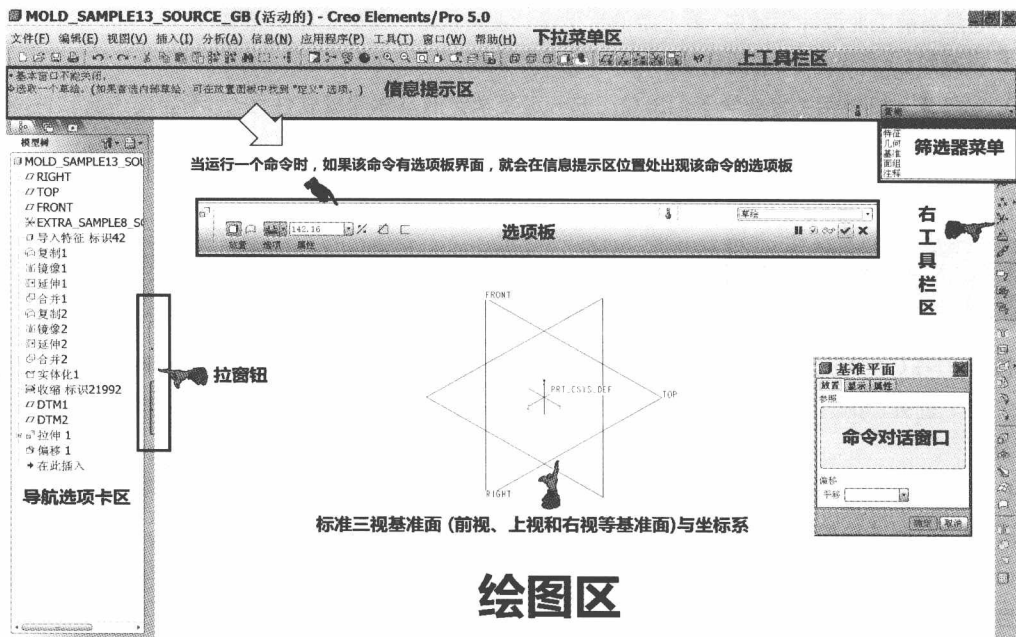

图1-1 Creo (Pro/ENGINEER) 的主操作窗口
基本上，Creo 5.0版的安装和Pro/ENGINEER完全一样，只是标识（Logo）改了。当安装好Creo 5.0版，运行后，将出现如图1-1所示的主操作窗口。
在如图1-1所示的主操作窗口中，一般仅有一个主窗口。若要开始工作，需新建或打开一个文件并运行命令后，其余的窗口（包括命令选项对话框、子窗口等）才会出现。现在，我们就来说明图1-1的各区功能。
2. 上工具栏区或右工具栏区。大部分常用控制功能的工具图标都放置于此，其中右工具栏区中的图形按钮主要为特征操作工具。点取其中的选项，就可以快速激活相应的功能。工具栏可依照个人的需要定制，对其中的选项可进行变更。使用工具栏时，请将鼠标指针停留在图标的上方，系统将在主操作窗口下方的“命令说明区”中显现该命令简短的功能说明，如图1-1所示。在各自的区域中按下鼠标右键，将弹出相应的快捷菜单。
4. 绘图区。在建构模型的过程中,实时地显示所生成图形的形状,是Creo系统中主要的图形操作位置。如图1-1所示,默认状态含标准三视基准面(前视、上视和右视基准面)与坐标系。
9. 选项操控板区。简称“选项板”。如图1-1所示,这个区在默认状态下是没有的,但是当选取了建模所需的特征命令后,就会在“信息提示区”内出现此区。这个区是运行命令的一种界面,对应所运行的命令,来输入操作条件。在Creo里,当前还不是所有的命令都已改为此界面,旧版的界面就是下面要谈到的“菜单管理器”。